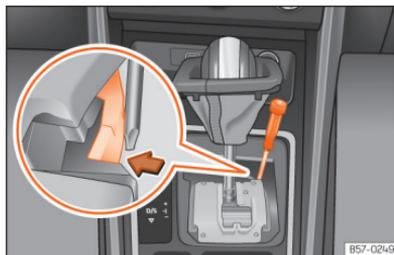

Fig. 101 Alavanca seletora: desbloqueio de emergência na posição de estacionamento.
- Com a ajuda da parte plana de uma chave de fendas, pressione lateralmente a patilha amarela e mantenha-a pressionada »» **Fig. 101**.